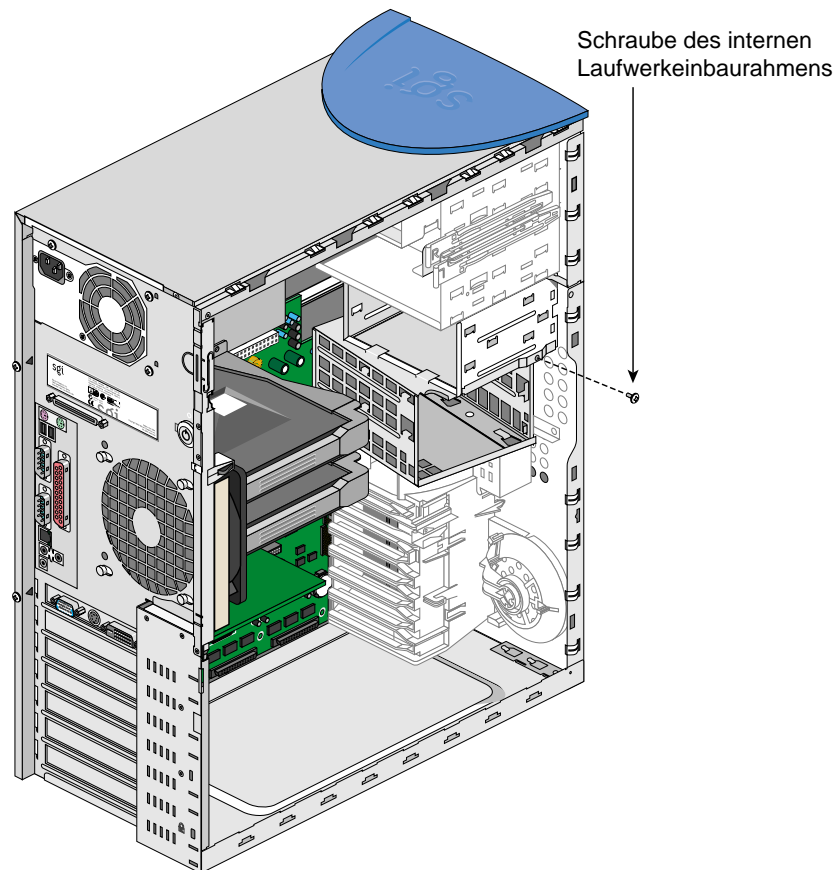

Abbildung 2-18 Lage der Schraube des internen Laufwerkeinbaurahmens
4. Lösen Sie die Schraube über dem internen Laufwerkeinbaurahmen. Abbildung 2-18 zeigt die Lage der Schraube.